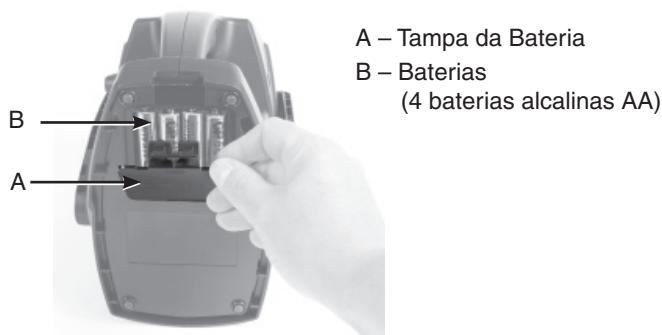

Figura 18. Removendo a Tampa da Bateria
1. Remova a tampa da bateria (A) (Figura 18)
2. Remova e jogue fora (em lugar adequado) as quatro baterias alcalinas AA (B)
3. Substitua-as com 4 baterias alcalinas AA novas (B) (fique atento à polaridade das baterias)
4. Reponha e trave a tampa da bateria (A)